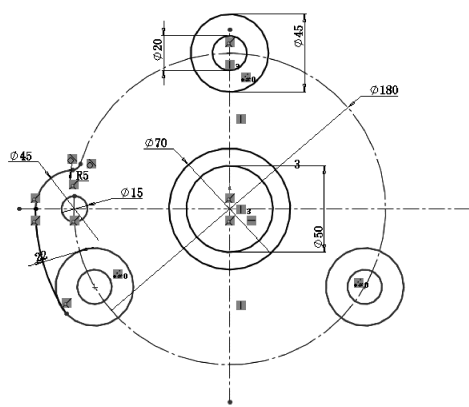

图 11-13 绘制圆角
12) 单击【草图】工具栏中的  (绘制圆角) 按钮，在屏幕左侧将弹出【绘制圆角】属性栏，选择要圆角化的实体 (圆角 1)，在  选择 5，保持拐角处约束条件，单击属性栏中的  按钮，如图 11-13 所示。